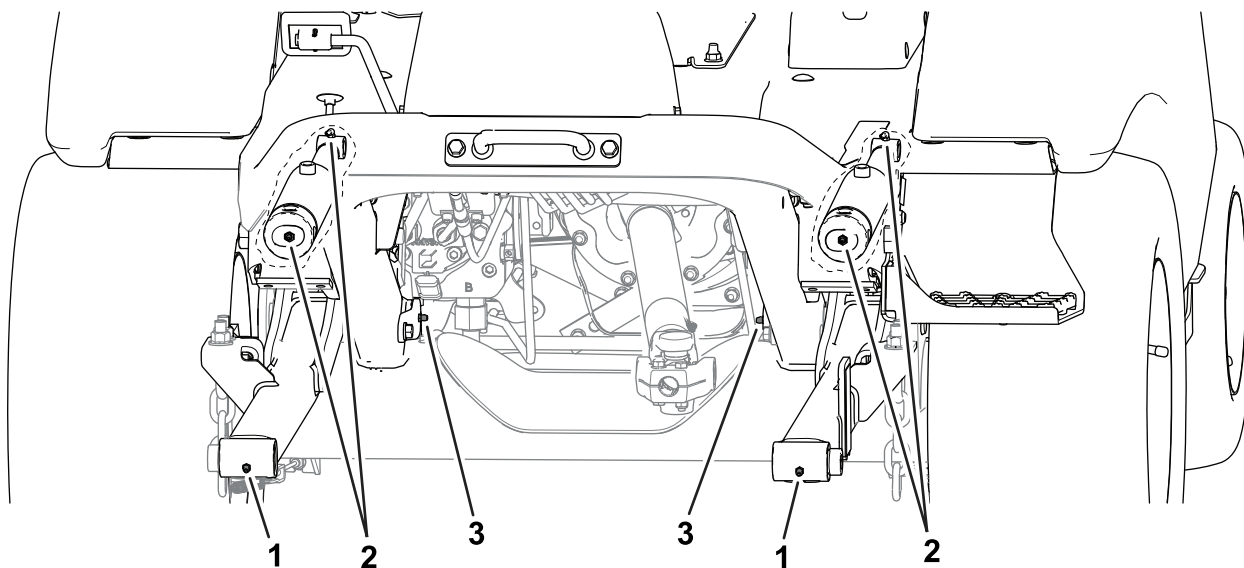

Figura 47
- **Parte anteriore della macchina (Figura 47):**
- Mozzi girevoli dell'attrezzo (2)
- Boccole del cilindro di sollevamento (2)
- Perna di articolazione del braccio di sollevamento (2)